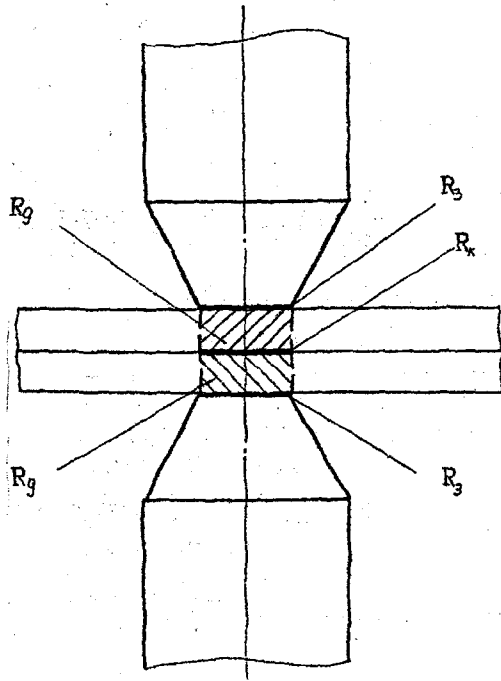

Рис. 3. Електричний опір зони зварювання
- електричний опір між контактними поверхнями (рис. 3).